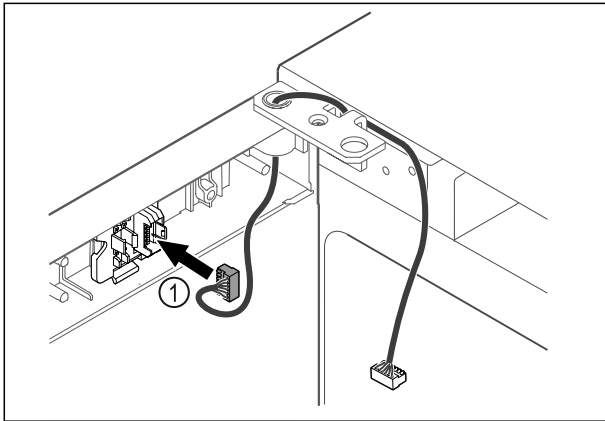

Fig. 43
- ▶ Stecker Fig. 43 (1) in Steckerhalterung einstecken.